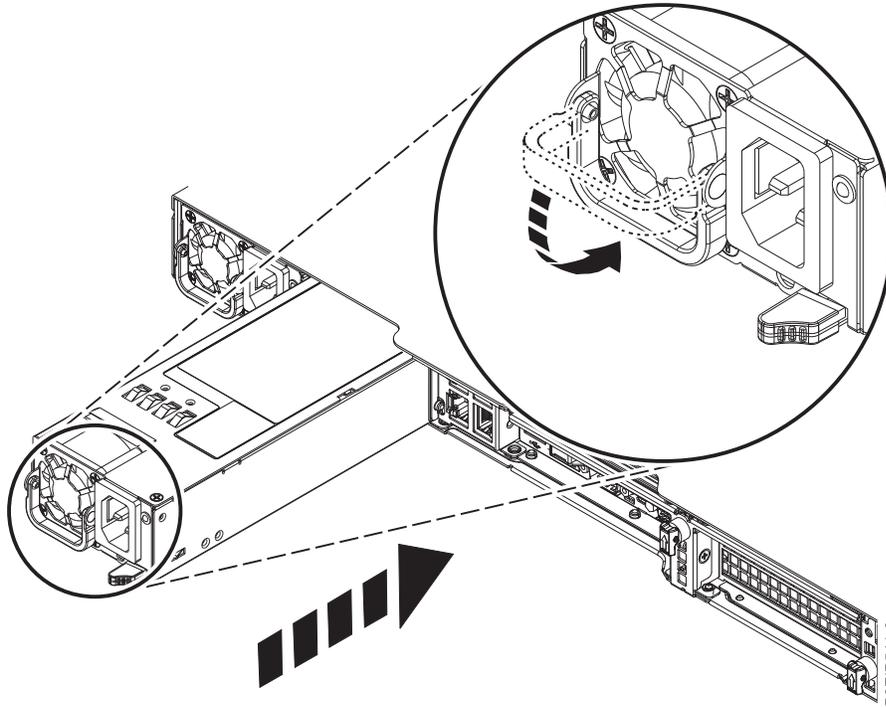

Figure 27. Remplacement d'une alimentation dans le système
2. Alignez l'alimentation avec la baie comme indiqué dans la figure 27. Le ventilateur se trouve à gauche et le connecteur à droite. Faites glisser l'alimentation dans le système jusqu'à son enclenchement.